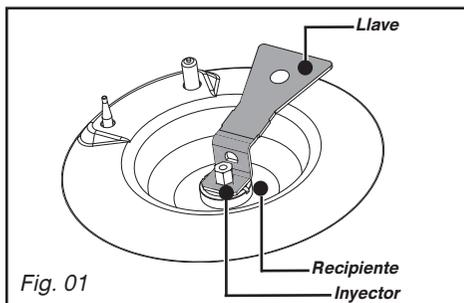

Fig. 01
- Desatornille con la ayuda de la llave suministrada los inyectores situados en el fondo de cada recipiente y retírelos (Fig. 01).